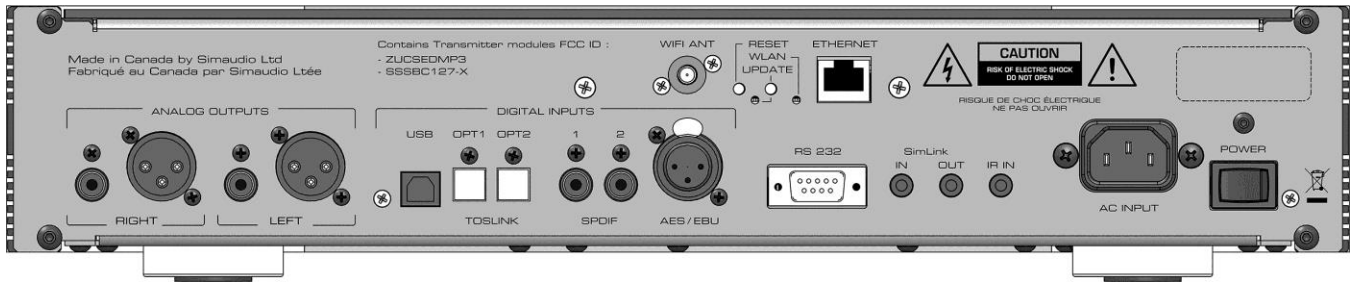

Figure 2 : Panneau arrière du **280D**
Le panneau arrière est présenté à la Figure 2 (ci-dessus). Sur le côté gauche se trouvent deux (2) paires de sorties analogiques marquées « Right » (droite) et « Left » (gauche), chacune avec un connecteur asymétrique RCA et balancé (XLR) correspondant. Ces sorties fixes ont été conçues pour être raccordées à une entrée de ligne sur un préamplificateur ou un amplificateur intégré. Il est fortement recommandé d'utiliser les connecteurs balancés (XLR) pour des performances optimales. N'hésitez pas à utiliser des câbles de bonne qualité\*. Une mauvaise connexion dégradera les performances sonores de votre chaîne audio.